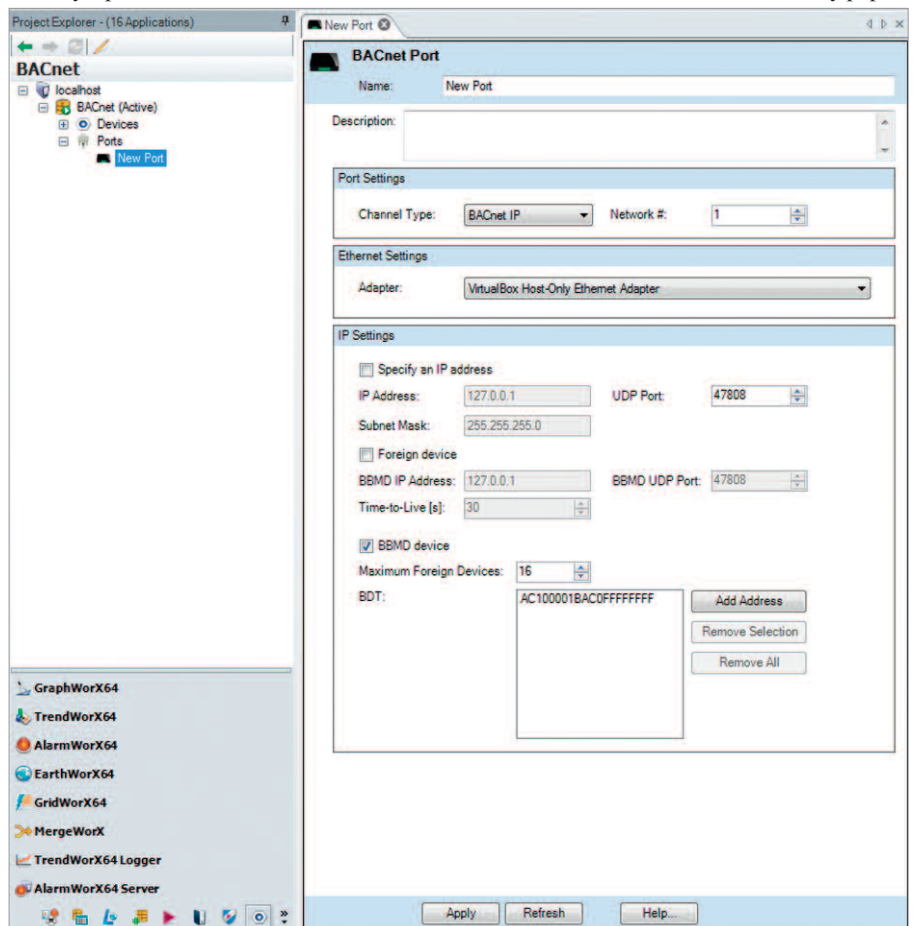

Рис. 5. Добавление BBMD-устройств в Workbench
9. Добавьте адреса BDT к списку – нажмите кнопку *Add Address* (рис. 5) и, используя диалоговое окно, добавьте все устройства BBMD во всех сегмен-